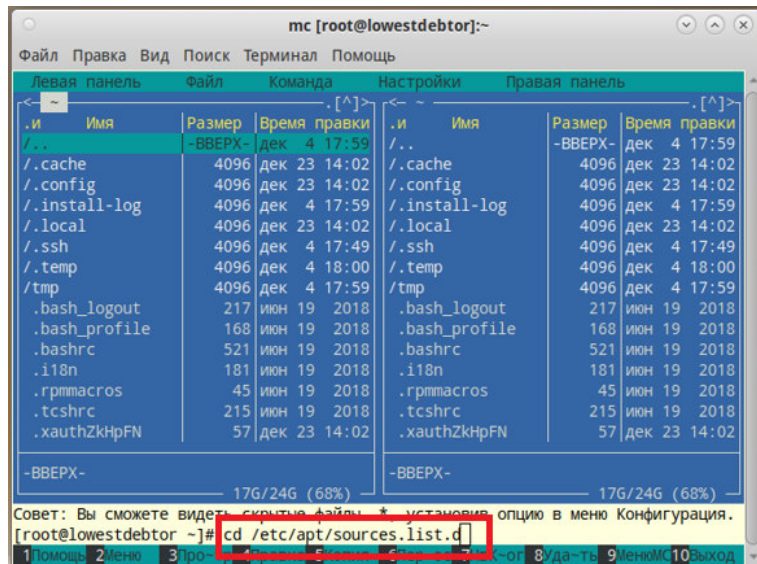

Рисунок 9
3.3.1.5 Перейти в директорию /etc/apt/sources.list.d, выполнив команду: `cd /etc/apt/sources.list.d` (рисунок 9).